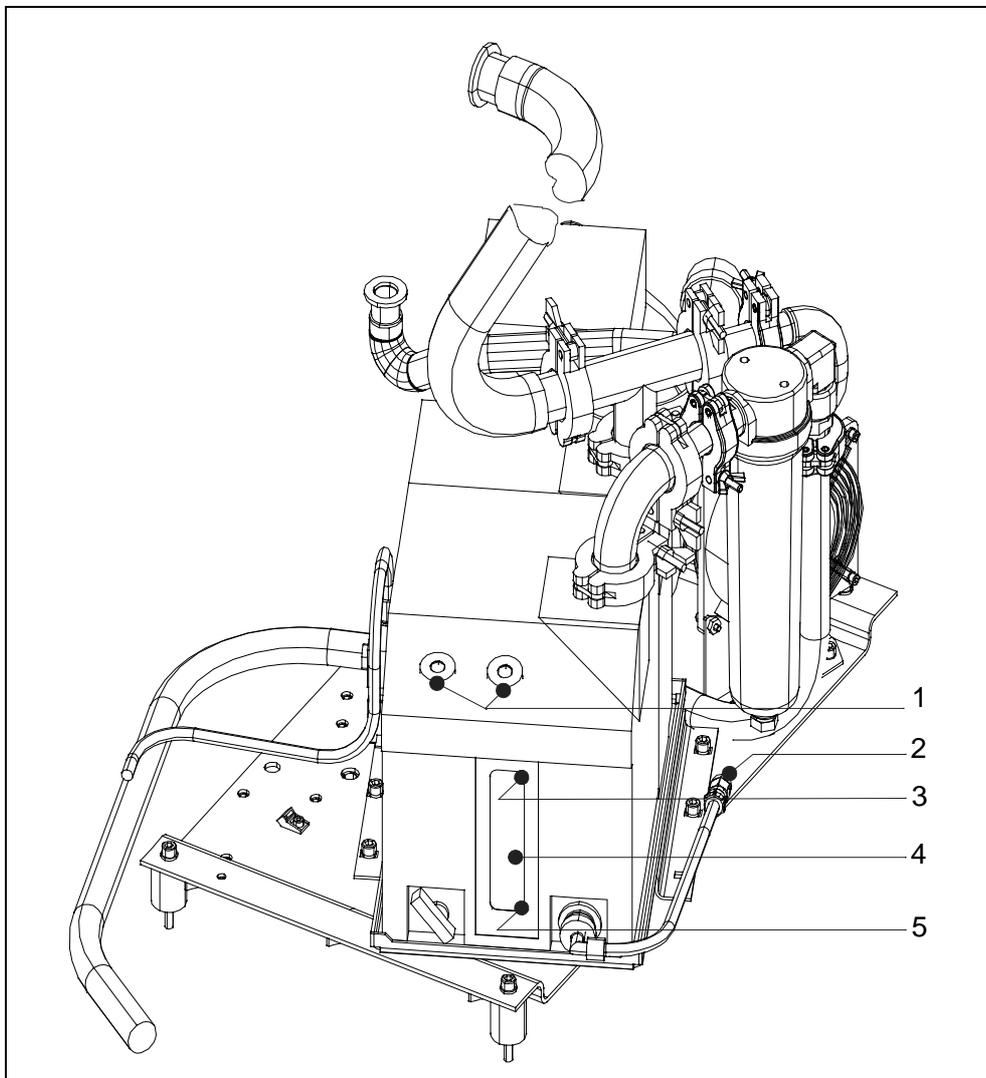

Fig. 9-6 Vidange de la pompe D16 B
À ce propos, voir Fig. 9-6/3-5.
- Dévisser la vis de vidange à l'extrémité du flexible Fig. 9-6/2 à l'aide d'une clé à six pans creux de 5 mm. Employez la clé à fourche simple de 13 mm pour retenir l'assemblage par vis.
- Dévisser la vis de remplissage d'huile Fig. 9-6/1 de l'orifice de remplissage d'huile puis effectuer l'appoint en huile fraîche jusqu'au repère max. La quantité max. de remplissage d'huile s'élève à 0,8 l.